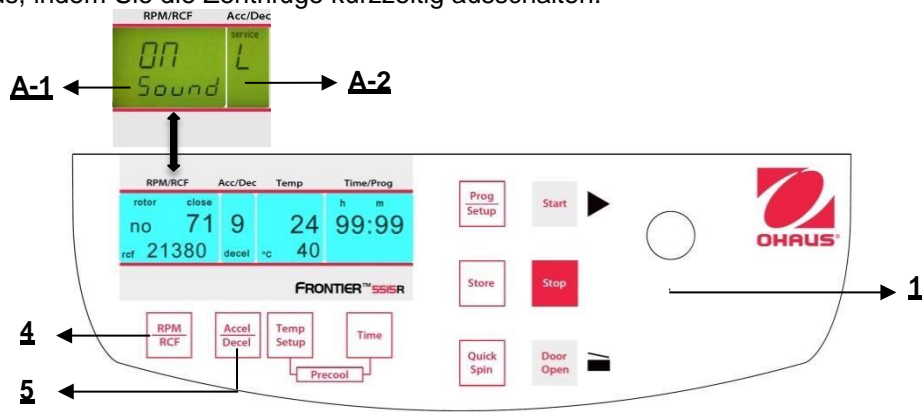

Abbildung. 33
Fahren Sie fort wie unter Punkt 4.1.2 beschrieben, um in den Programmmodus einzutreten und drücken Sie dann die Taste "**Accel/Decel**"(5). Auf der Anzeige blinkt "**Acc/Dec**" (A-2) das Wort "**Service**". Wählen Sie nun den Buchstaben "**L**" mit Hilfe des Anpassungsknopfes (1). Als Ergebnis erscheinen die Worte "**On Sound**" auf der Anzeige "**RPM | RCF**" (4). Wenn Sie die Taste "**RPM | RCF**" (4) nun drücken, blinkt das Wort "**On**" und Sie können den Ton mit dem Anpassungsknopf (1) umschalten (siehe Abbildung 33). Nachdem Sie die Einstellungen gespeichert haben (siehe 4.1.2), ändern Sie zurück zum normalen Programmiermodus, indem Sie die Zentrifuge kurzzeitig ausschalten.